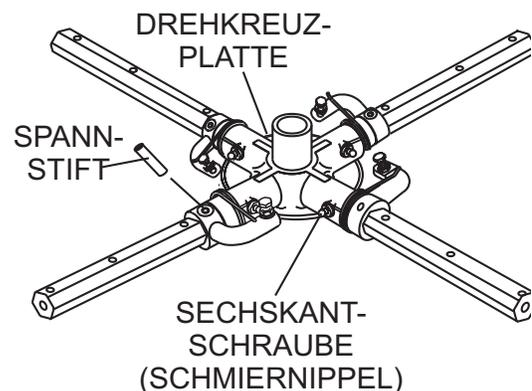

Abbildung 22. Demontage Spannstift und Schmiernippel
1. Jeder Glättarm ist mit einer Sechskantschraube (Schmiernippel) und einem Spannstift an der Drehkreuzplatte befestigt. Entfernen Sie sowohl die Sechskantschraube als auch den Spannstift (Abbildung 22) von der Drehkreuzplatte.